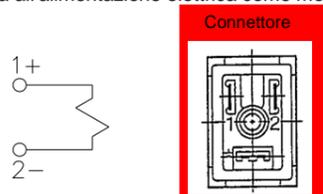

Figura 5
- Collegare la valvola all'alimentazione elettrica come mostrato in **Figura 5**